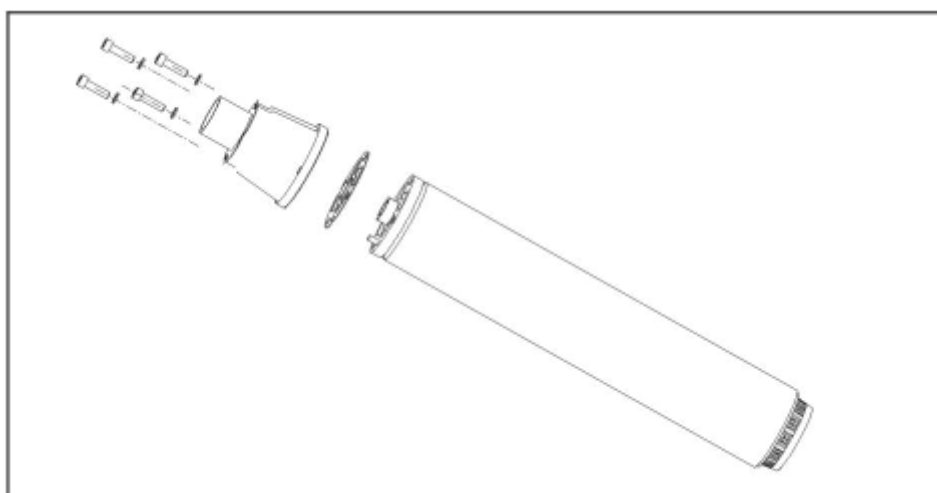

Рисунок 19: Замена прокладки
4. Замените старую прокладку на новую из комплекта поставки. Установите новую прокладку на новый FSP так, чтобы все отверстия совпали (см. Рисунок 19)